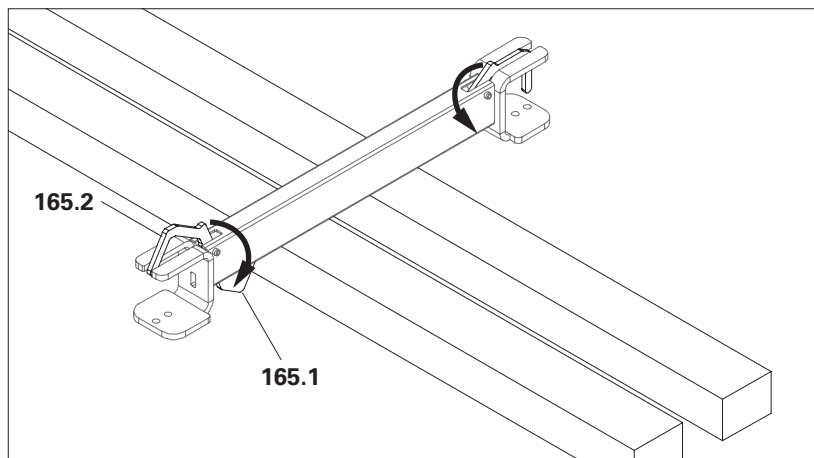

Fig. A7.04a
1. Ruotare la traversa per impalcato sul lato della testa in modo da far sporgere gli elementi di presa (**165.1**) dei correnti a caduta (**165.2**). (Fig. A7.04a)